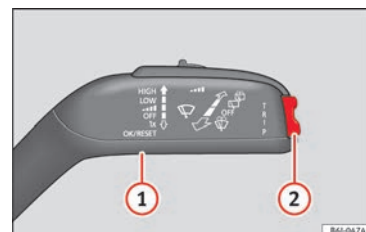

Fig. 25
Manejo mediante la palanca del limpiaparabrisas » fig. 25.
- 1 Pulse para marcar y confirmar » fig. 25
- 2 Pulse hacia arriba o hacia abajo para consultar submenú » fig. 25